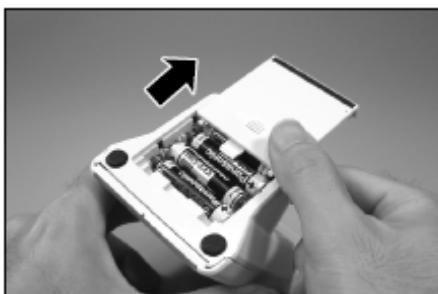

Рис. 15
2. Выдвинуть крышку, расположенную на нижней части прибора в направлении стрелки (рис. 15).